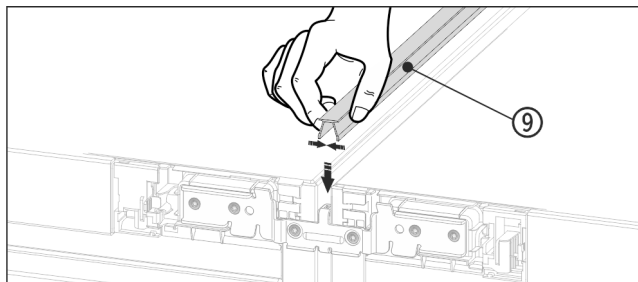

Fig. 19
- ▶ Presione la cinta de cubierta Fig. 19 (9) corta en el espacio horizontal.